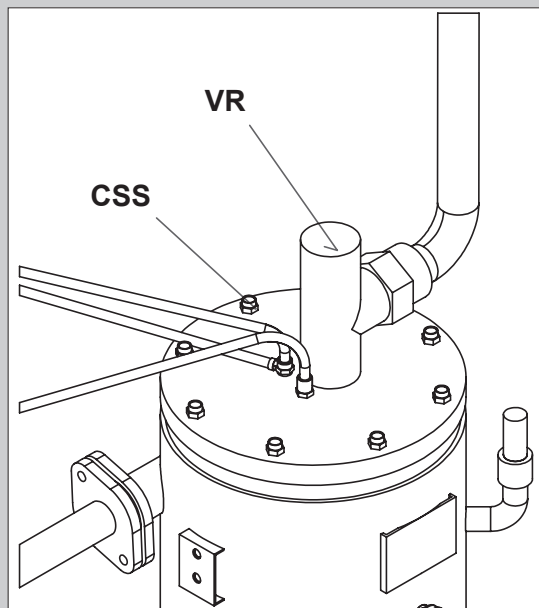

Рис. 26
- Выдвиньте пластмассовые трубки, подсоединенные к фланцу ресивера воздушно-масляного сепаратора **SS** (рис. 26 и 27)
- Поочередно и постепенно отверните винты на крышке фланца (рис. 26 и 27)